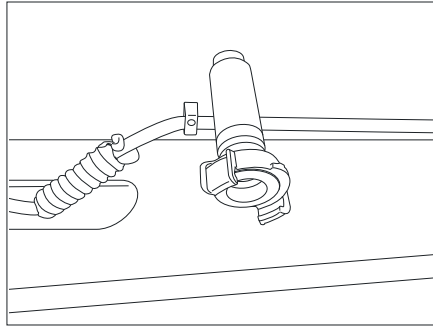

Fig. 179 Raccordement d'eau fraîche (tuyaux en laiton)
- Raccorder l'eau fraîche au à la fermeture à baïonnette (tuyaux en laiton, Fig. 179).
- Détacher le raccordement d'eau fraîche (tuyaux en laiton, Fig. 179).